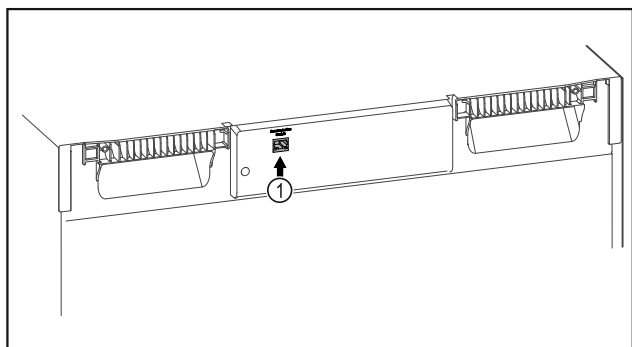

Fig. 95
- SmartModule Fig. 95 (1) is geplaatst.